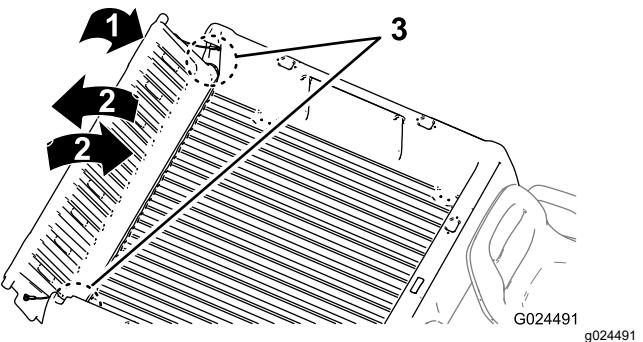

Figura 17
2. Rode a porta traseira para a pos*ição* de aproximadamente 45° (Figura 17).
3. Com um movimento breve e oscilante, rode a porta traseira para tr*ás* e para a frente v*árias* vezes (Figura 17).